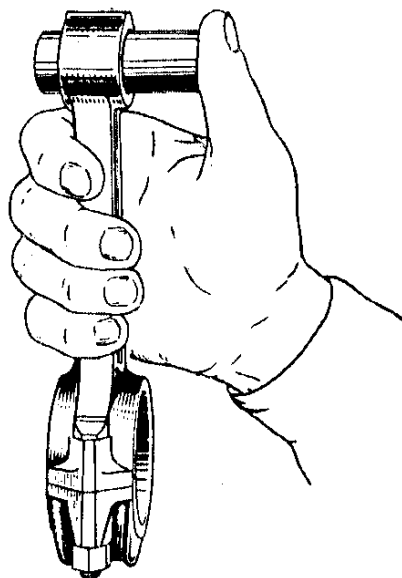

Рис.72. Подбор поршневого пальца к шатуну
- поршневой палец подобрать к шатуну, принадлежащему к той же или соседней группе в сторону увеличения зазора (табл.17). При температуре деталей $(20 \pm 3)^\circ\text{C}$ слегка смазанный палец должен плотно входить в отверстие поршневой головки шатуна под действием большого пальца руки и перемещаться без заеданий (рис.72), а так же не выпадать из отверстия шатуна под действием собственного веса в течение не менее 2 с.